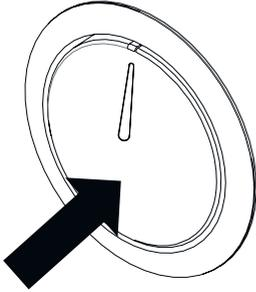

Fig. 15: Función "Pop out" off
- Presione hacia adentro para sacar el botón y luego ajuste (Fig. 15).